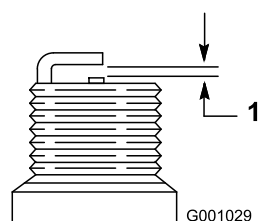

Рисунок 46
4. На новой свече установите зазор между электродами, равный 0,76 мм, как показано на Рисунок 46.